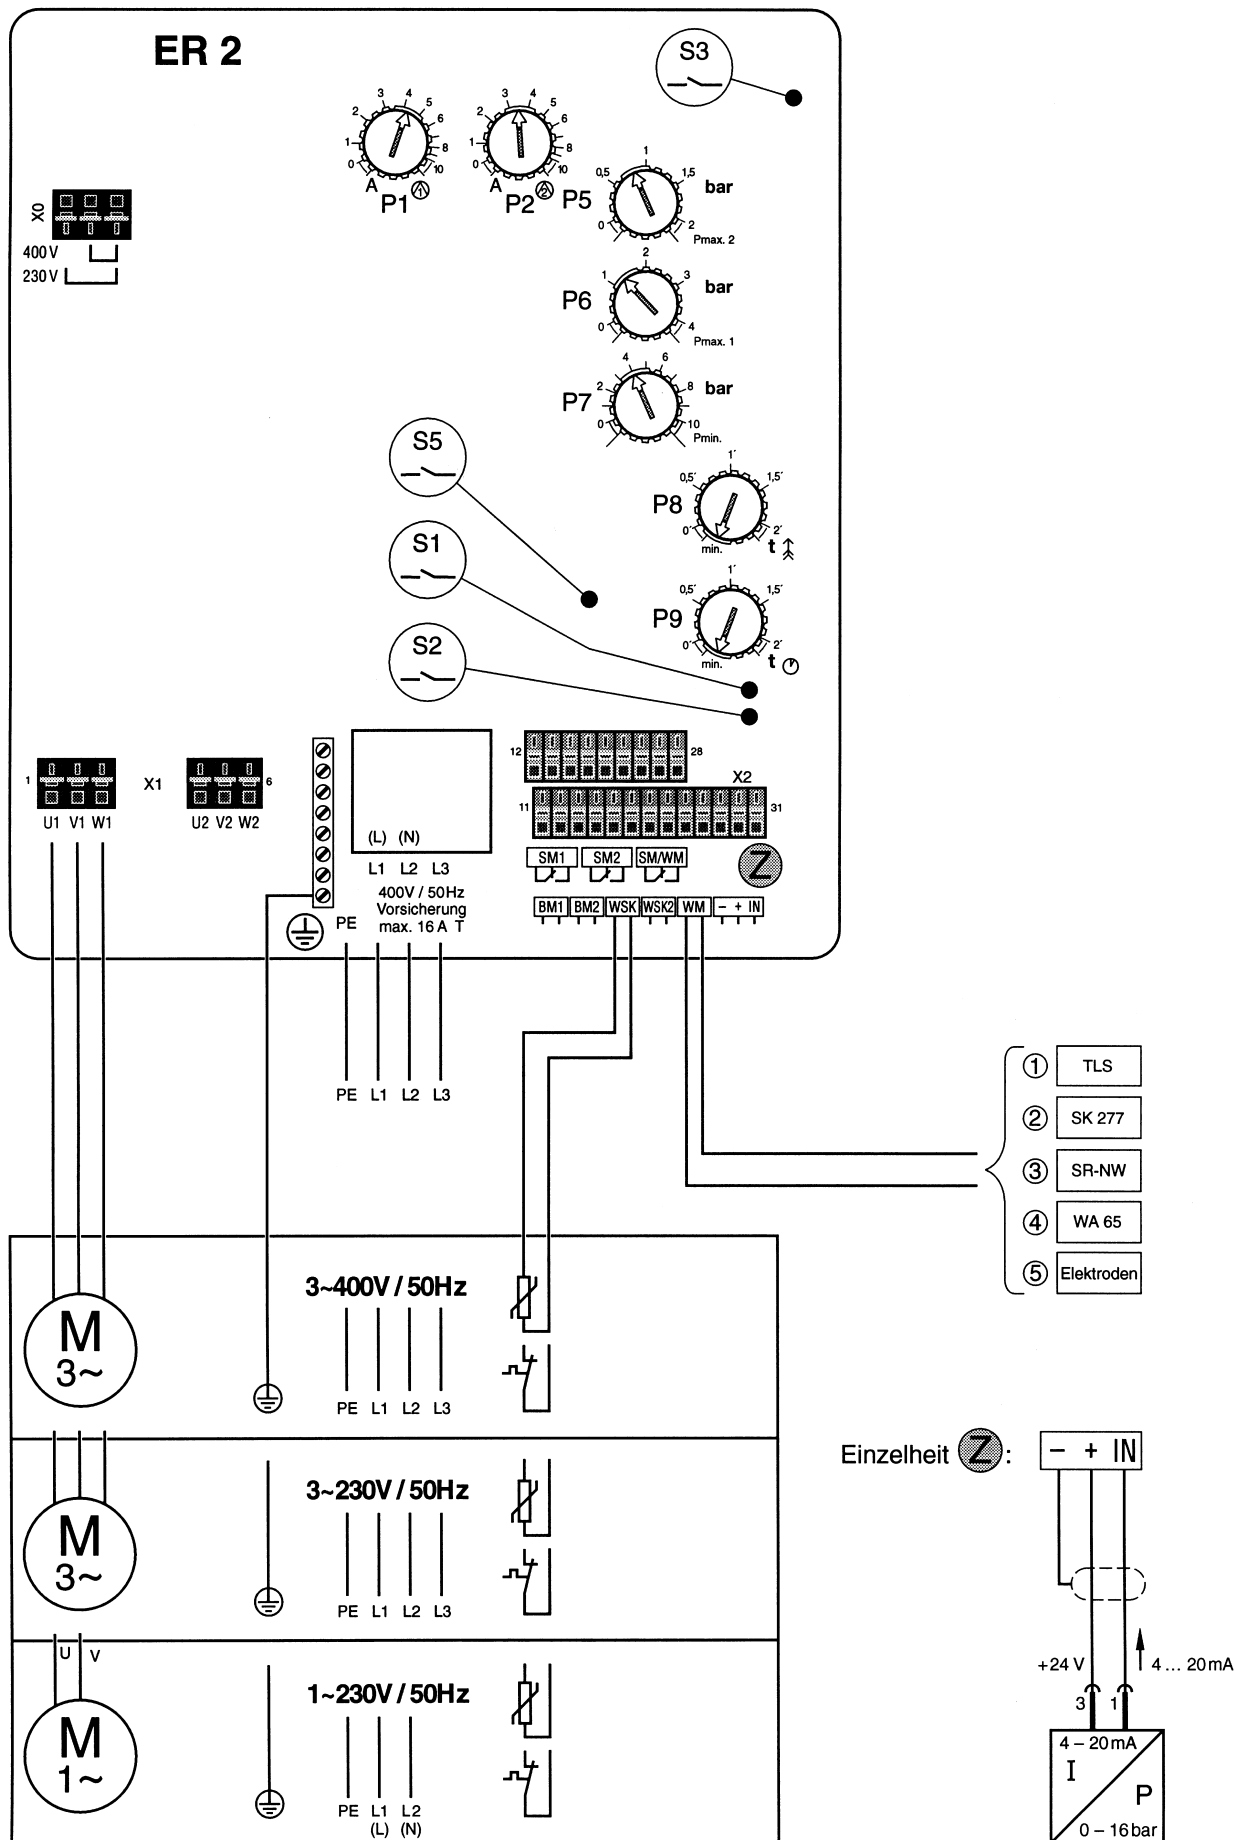
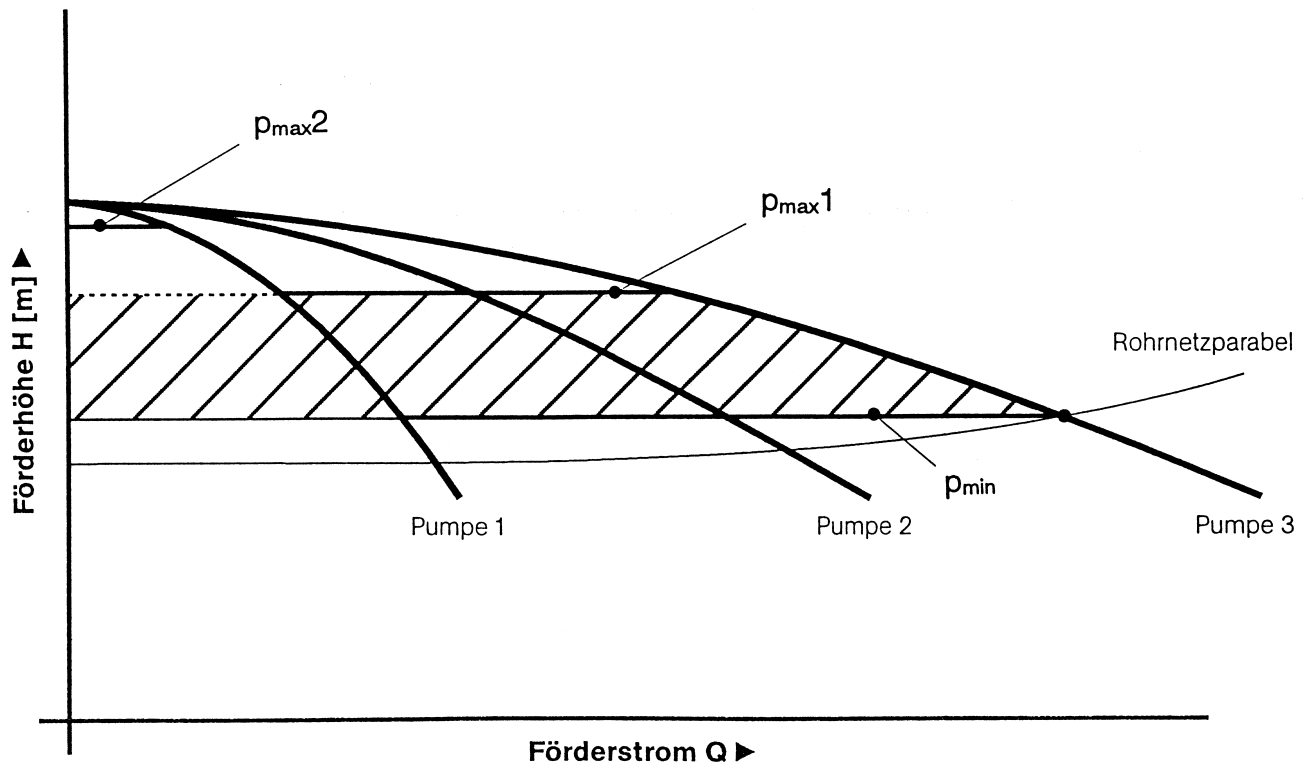

Fig. 2
Fig. 5
Когда при первоначально не работающей станции после начала разбора воды давление в системе опускается ниже уровня давления включения p_{min} , включается первый насос (рис. 5, диаграмма характеристик). При последующем падении давления ниже уровня давления включения из-за возрастающего расхода воды каждый раз подключается очередной насос. При уменьшении расхода воды давление в системе наоборот начинает повышаться. При достижении первого уровня выключения p_{max}^1 отключается один насос. При повторном достижении первого уровня выключения отключается следующий насос и т.д. Последний работающий насос выключается лишь при более высоком давлении – втором уровне выключения p_{max}^2 . При этом давлении подача воды очень мала (см. характеристику насоса на рис. 5). Процессы включения–выключения пиковых насосов осуществляются с задержкой по времени, для того чтобы избежать флаттерных переключений. Время задержки регулируется с помощью потенциометра t_i (рис. 2/3, поз. 8) между
0 и 2 мин. Оно начинает действовать с пуском первого насоса. Задержка осуществляется только в случае, когда насос(ы) работали меньше установленного на потенциометре времени. Уровни давлений включения–выключения устанавливаются с помощью потенциометров p_{min} , p_{max}^1 , p_{max}^2 (рис. 2/3, P5, P6, P7 и табл. 1). Значения уставок для уровней давлений выключения 1 и 2 представляют из себя разности давлений, которые прибавляются к соответствующим более низким уставкам. Если например, с помощью потенциометров заданы давления $p_{min} = 4$ бар, $p_{max}^1 = 2$ бар и $p_{max}^2 = 1$ бар, то это означает: уровень давления включения – 4 бар, первый уровень давления выключения – 6 бар, второй уровень давления выключения – 7 бар.
4.3 Функции устройства управления (рис. 2/3)
– **Внутренняя электронная защита двигателя:** Для защиты от перегрузки для каждого двигателя разрыватель тока должен быть настроен с помощью потенциометра (рис. 2/3, P1, P2, P3, P4) на номинальный ток двигателя согласно шильдику насоса. Клеммы WSK необходимо закоротить.
– **Внешняя защита двигателя по температуре обмотки PSC/PTC:** Если двигатели защищены с помощью защитного контакта в обмотке (WSK) или "холодного проводника" (PTC), то WSK или PTC для каждого двигателя подсоединяется к клеммам, а потенциометры (рис. 2/3, P1, P2, P3, P4) устанавливаются на максимальное значение (вправо до упора).
- **Время задержки:** Время задержки для основного нагрузочного насоса устанавливается с помощью потенциометра t_1 (рис. 2/3, P8) между 0 и 2 мин. Оно начинается со стартом первого насоса.
- **Задержка времени срабатывания защиты от недостаточного уровня воды:** Выключение насосов в связи с недостаточным уровнем воды, а также их последующее включение в случае восстановления минимального уровня воды могут быть задержаны по времени. Время задержки задается потенциометром t_2 (рис. 2/3, P9) в интервале от 2 сек. до 2 мин.
- **Пробный пуск:** При включенной функции "пробный пуск" каждый насос включается приблизительно через каждые 6 часов приблизительно на 15 секунд. Интервалы пробных пусков жестко запрограммированы и не подвержены влиянию времени наработки, сигналов о недостаточном уровне воды или срабатывания любых датчиков. Пробные пуски важны, в частности, для поддержания в постоянной готовности установок пожаротушения. При замыкании микропереключателя S2 (рис. 2/3) пробные пуски отменяются.
- Клеммную колодку подсоединять в следующем порядке (рис. 2/3):
Переключить клеммы X0 электронной платы в соответствии с указанием "230 В" (см рис. 2)
Переключить клеммы X0 электронной платы в соответствии с указанием "400 В" (см рис. 2) (заводская уставка)